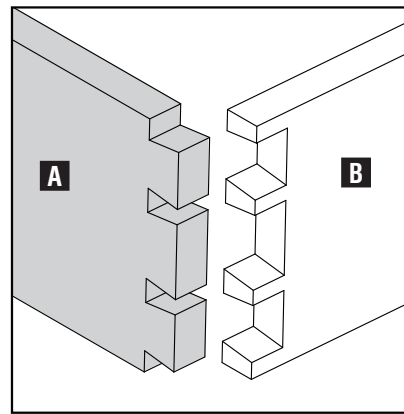

Fig. D1
Para realizar juntas de cola de milano pasantes con OMNIJIG®, primero corte la tabla con cola (A) Fig. D1 con la broca para cola de milano. Luego se corta la tabla con espiga (B) con una broca recta.